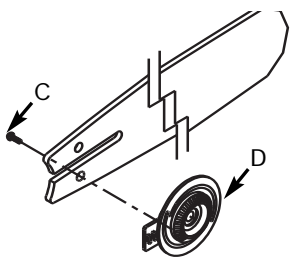

Fig. 19
5. Extraiga el tornillo (C) de la placa de tensión (D) para quitarlo de la barra antigua y fíjelo a la nueva barra. (Fig. 19)